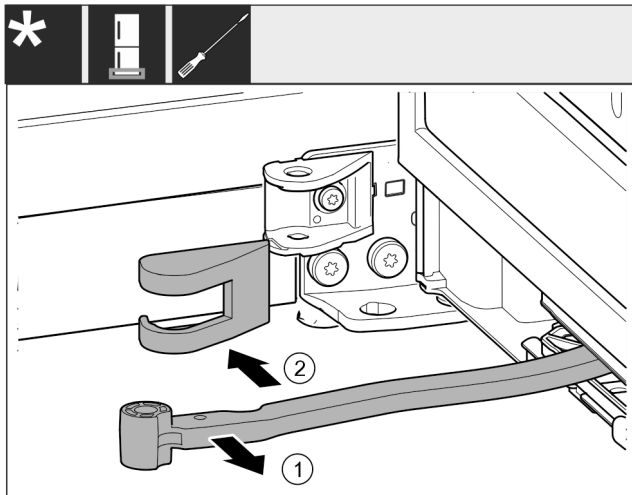

Fig. 16
- ▶ Gelenk Fig. 16 (1) in Richtung Tür drehen.
- ▶ Lagerbockabdeckung Fig. 16 (2) entfernen.